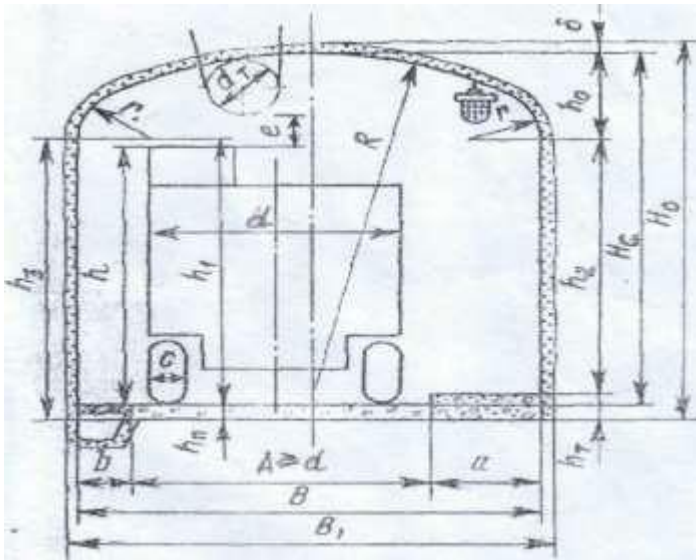

Рисунок 2 – Сечение транспортной выработки прямоугольно-сводчатой формы при безрельсовом транспорте с набрызг-бетонной крепью
Со стороны канавки бордюр не предусматриваем, тогда $b = 600$ мм (см. рис. 2). Ширину проезжей части определяем по формуле (1)
Минимальная высота выработки по оси в свету должна быть (см. рис. 2) не менее
Минимальная высота по оси выработки в свету должна быть (см. рис. 2) не менее